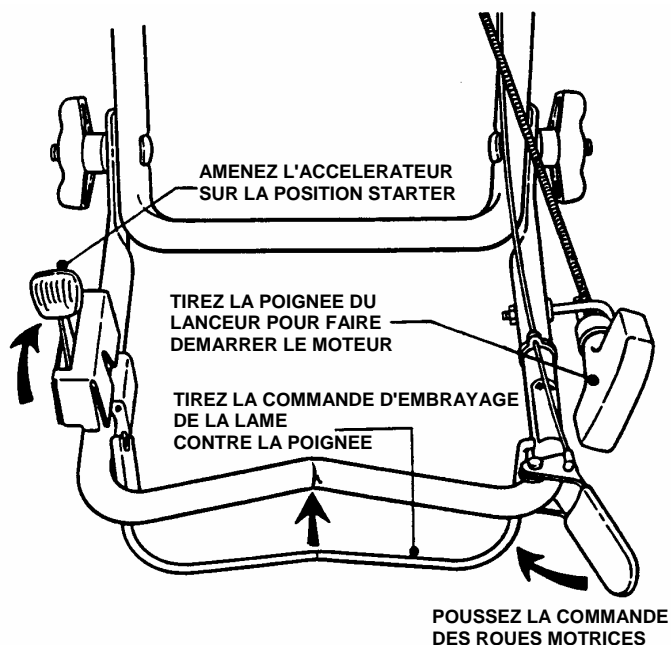

FIGURE 2.4
1. Amenez l'accélérateur sur la position starter. Voir figure 2.4.
3. Poussez la commande des roues motrices contre la poignée pour actionner les roues motrices et faire avancer la tondeuse. Voir figure 2.4.